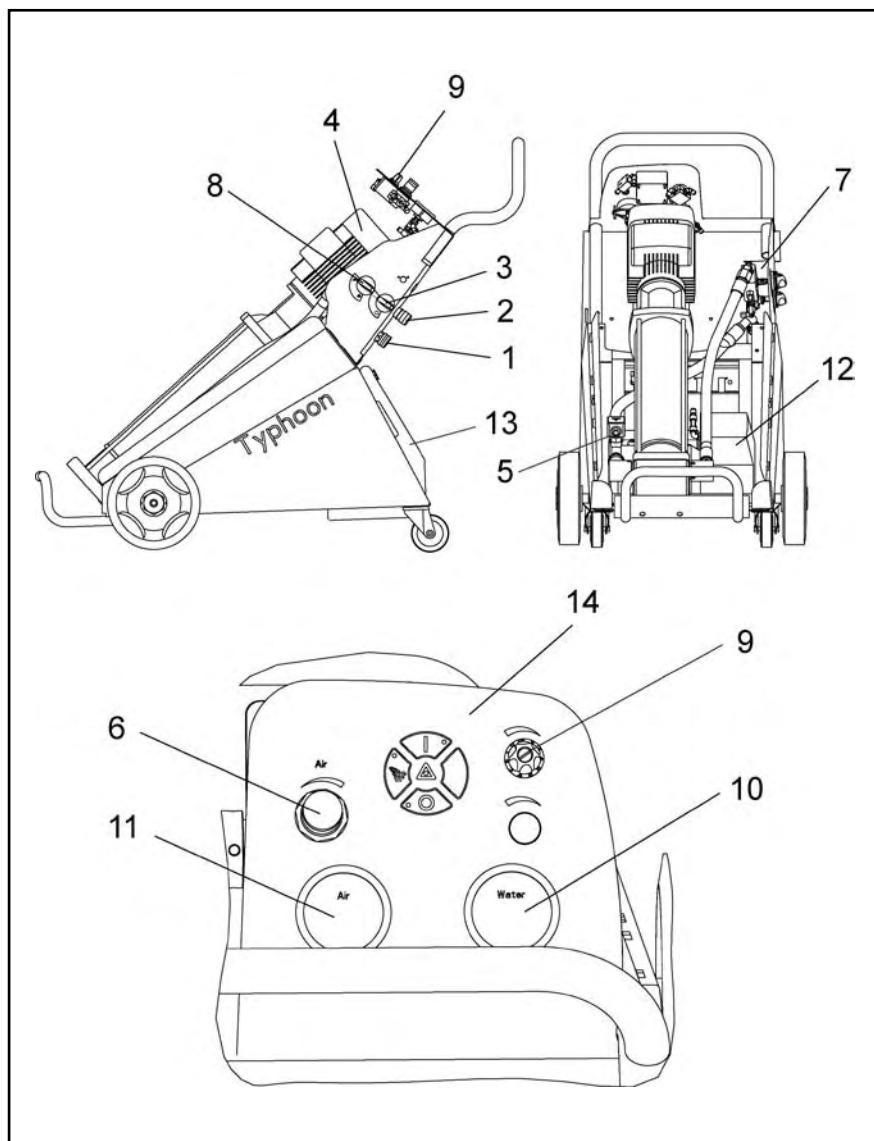

Figura. 3
Typhoon/Dual (Figura 3, sistema de recipientes)
1. Apague el Typhoon pulsando el botón de parada “0” (figura 3).